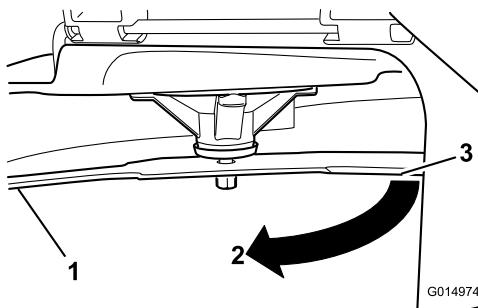

Figura 43
- Distancia medida entre la cuchilla y la superficie (A)
- Gire la misma cuchilla 180 grados de manera que el otro filo de corte esté en la misma posición (Figura 43).